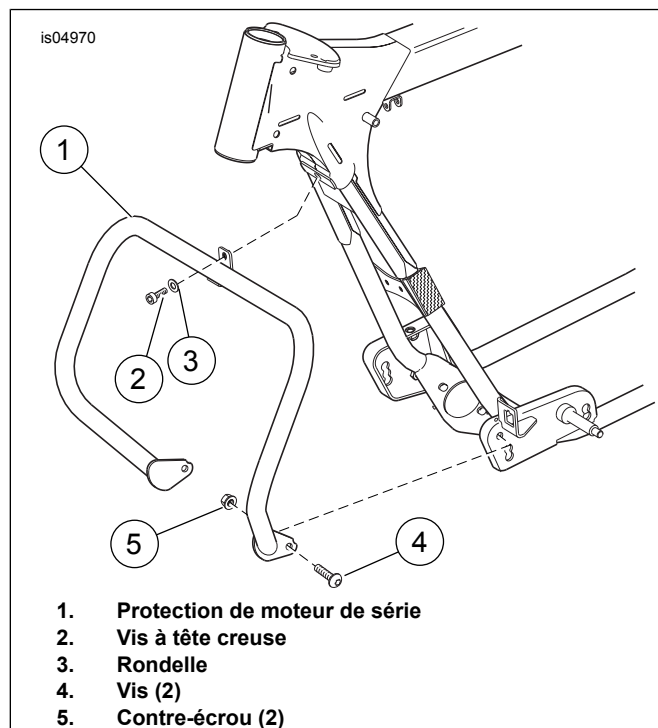

Figure 3. Poser la protection de moteur
1. Voir Figure 3. Retirer et jeter les deux vis (4) et les contre-écrous (5) qui fixent le bas de la protection du moteur de série (1) au cadre de la moto.
2. Retirer et jeter la vis à tête creuse hexagonale (2) et la rondelle (3) qui retiennent le haut de la protection. Séparer la protection de moteur du cadre, en veillant à ne pas rayer la finition de la moto.